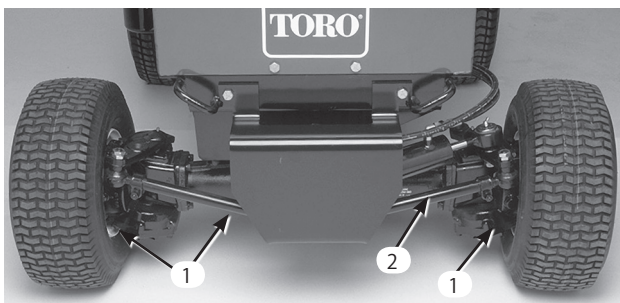

図63
2. ドレン・プラグ(図63: 3か所: 左右端部に各1個、中央に1個)の周囲をきれいにふく。
2. タイロッドのボール・ジョイントの1つをアクスルのブラケットに固定しているナットを外してボール・ジョイントをアクスルから外す (図63)。